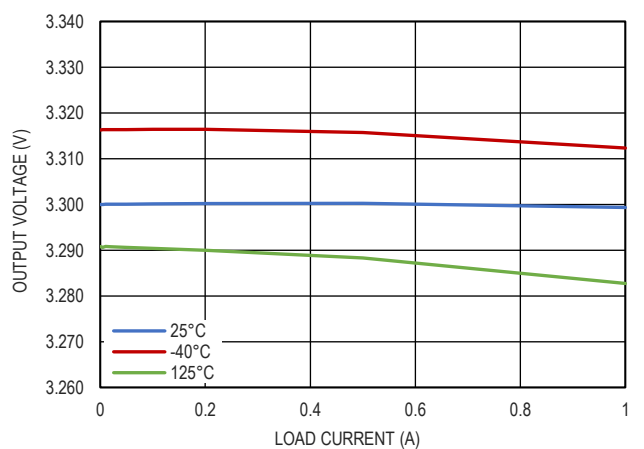

图 9.  $V_{OUT} = 3.3V$  时的负载调整率
VIOC 引脚用于控制前级开关电源 (例如降压、升压、降压-升压等)，无论 LDO 的输出电压如何，都能保持 GM12051-1 两端的恒定电压，以实现效率最大化的同时又保持 PSRR 的性能。VIOC 引脚是快速单位增益放大器的输出，用于测量 IN 和 OUT 之间的差值或 1.5V，以较高者为准。如图 9 所示，VIOC 特性简单易用。只需将 VIOC 引脚连接到前级开关电源的反馈 (FB) 引脚，就可调节 GM12051-1 的输入输出差分分到开关电源的反馈电压。并联多个 GM12051-1 时，将其中一个 GM12051-1 的 VIOC 引脚连接到上游开关转换器的反馈引脚，悬浮剩余 VIOC 引脚即可。